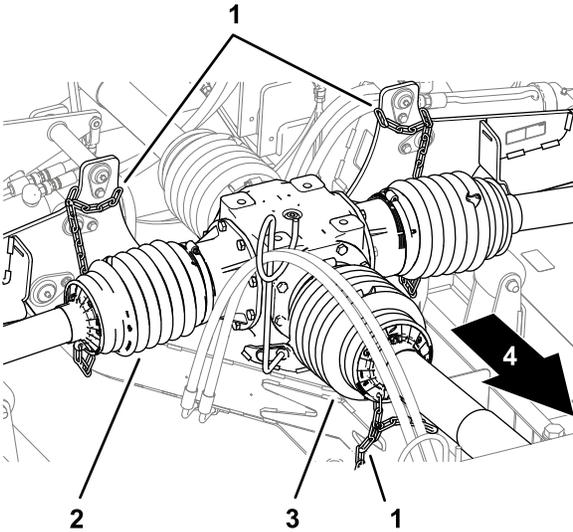

**Figure 17**
5. Vérifiez que la chaîne de retenue est bien installée entre la protection avant d'arbre de PDF et une partie fixe du véhicule tracteur (Figure 17).